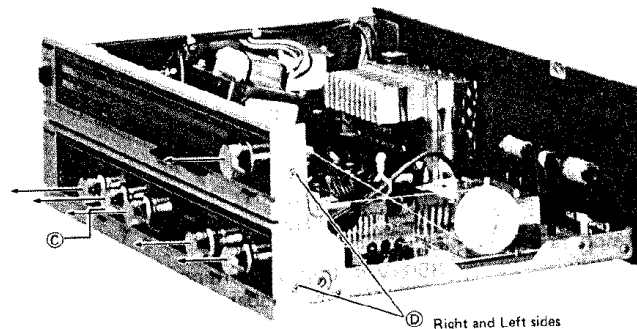

Figure 4-2
2) REMOVAL OF FRONT PANEL (Refer to Figure 4-2.)
2) ENTFERNEN DER FRONTPLATTE (Siehe Abbildung 4-2.)
2) DÉPOSE DU PANNEAU AVANT (Se reporter à la Figure 4-2.)